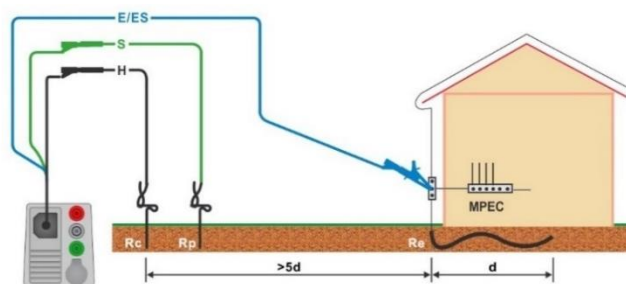
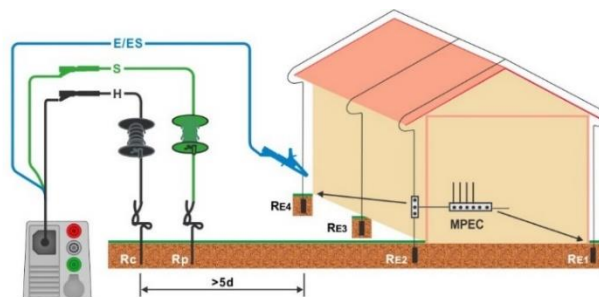

Fig. 4.71: Måling af modstand til Jord
Fig. 4.72: Måling af modstand til Jord med transientbeskyttelse
- › Forbind 3-leder testledningen til objektet under test, se **Fig. 4.71** og **Fig. 4.72**.